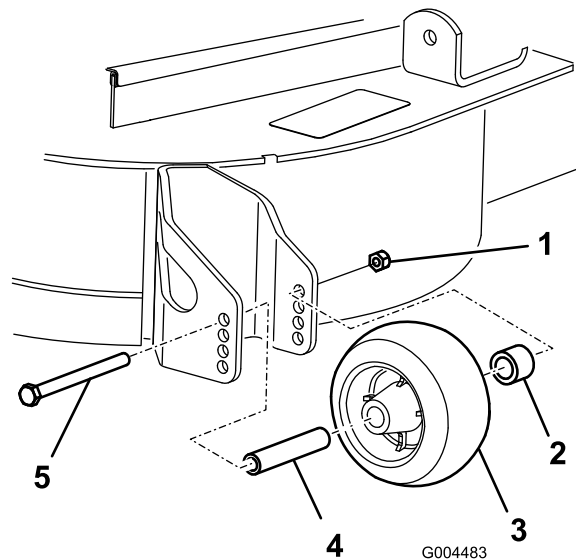

Figure 25
- Après avoir réglé la hauteur de coupe, réglez les galets en retirant l'écrou à collerette, la bague, l'entretoise et le boulon (Figure 25).
- Posez l'écrou à embase, la bague, l'entretoise et le boulon. Serrez à 54–61 Nm (Figure 25).